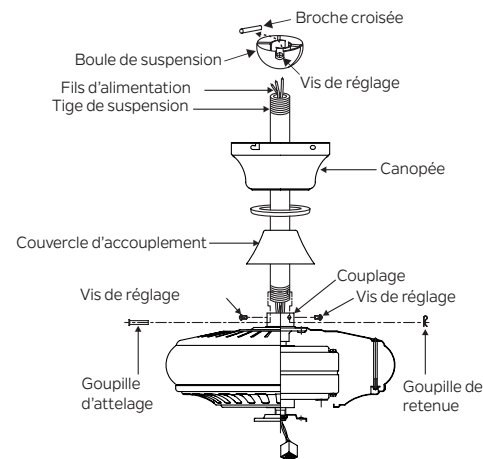

Fig. 7
Étape 1. Retirez la boule de suspension de l'assemblage de la tige descendante en desserrant la vis de réglage, en retirant la goupille transversale et en faisant glisser la boule de la tige. (Fig. 7)
Étape 2. Desserrez les deux vis de réglage et retirez la goupille d'attelage et le clip de fixation de l'accouplement situé au-dessus de l'ensemble du moteur. (Fig. 7)
Ensuite, remplacez la goupille d'attelage et le clip de retenue. Serrez les deux vis de pression. (Fig. 7)
Enfilez la boule de suspension sur la tige, insérez la goupille transversale dans la tige et serrez. Serrez maintenant la vis de pression. (Fig. 7)